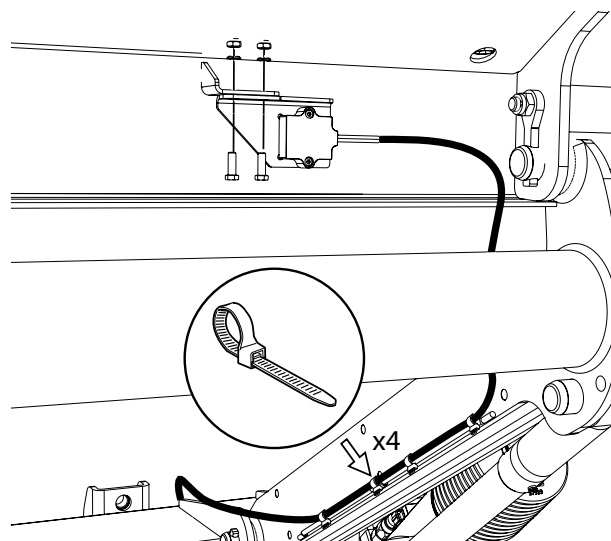

Bild 59. Montering Inklinometer
1. Montera inklinometern på plattformen, använd medföljande skruvar, muttrar och brickor och fäst kabeln med buntband, se Bild 59.